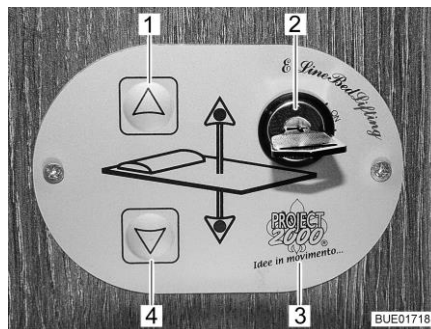

Bild 77 Bedienteil
Mit den Tasten (Bild 77,1 und 4) auf dem Bedienteil (Bild 77,3) wird das Hubbett abgesenkt oder angehoben. Mit dem Schlüsselschalter (Bild 77,2) wird das Bedienteil gegen unbefugte Benutzung gesichert.
- Schlüssel im Schlüsselschalter (Bild 77,2) um 90° im Uhrzeigersinn auf Stellung "On" drehen. Das Bedienteil (Bild 77,3) ist aktiviert.
- Pfeiltaste (Bild 77,4) drücken und so lange gedrückt halten, bis das Hubbett in die gewünschte Position nach unten gefahren ist.
- Pfeiltaste (Bild 77,1) drücken und so lange gedrückt halten, bis das Hubbett in die Endstellung nach oben gefahren ist.
Notbetrieb Wenn sich das Hubbett mit den Pfeiltasten (Bild 77,1 und 4) nicht mehr bewegen lässt, zuerst die Sicherungen prüfen (siehe Abschnitt 9.11.1). Wenn die Sicherungen in Ordnung sind und sich das Hubbett trotzdem nicht bewegen lässt, kann das Hubbett manuell bedient werden.